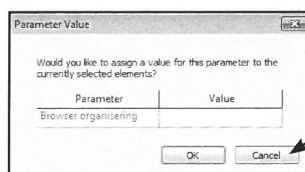

Fig. 13.21. Vælg *Cancel*.
- Vælg *Cancel*, hvis *Parameter Value* dialogboksen kommer frem (Fig. 13.21).